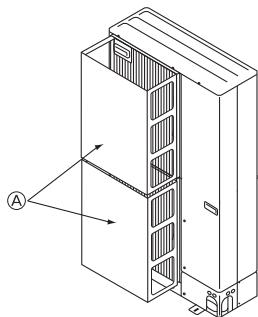

Fig. 2-4
- ② Τοποθετήστε έναν προαιρετικό οδηγό αέρα, αν πρόκειται να εγκαταστήσετε τη μονάδα σε σημεία όπου υπάρχει το ενδέχομενο να φυσούν απευθείας στο στόμιο εξαγωγής του αέρα πολύ δυνατοί ανέμοι κτλ. (Fig. 2-4)